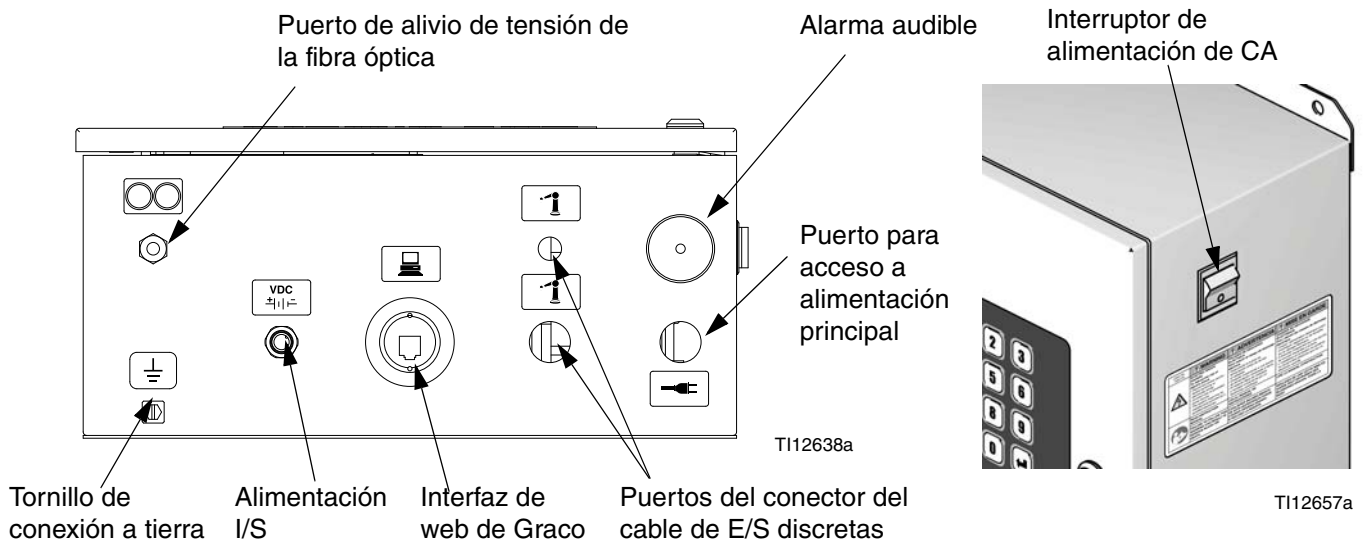

FIG. 13: EasyKey Conexiones e interruptor de alimentación de CA del
- El puerto de acceso de alimentación de entrada  es de 22,4 mm (0,88 pulg.) de diámetro. Acepta un accesorio de liberación de tensión de barrera aislante o conducto. Consulte FIG. 13.
1. Suministre alimentación al EasyKey. Instale un alivio de tensión de mampara o conducto de mampara por el puerto del EasyKey.  Consulte FIG. 13.
1. Conecte el extremo correspondiente del cable de alimentación de la estación de fluido al conector EasyKey $\pm \frac{VDC}{| | |}$. Consulte FIG. 13.
3. El cable de fibra óptica se envía de fábrica sujeto al conector de la estación de fluido . Consulte FIG. 13.